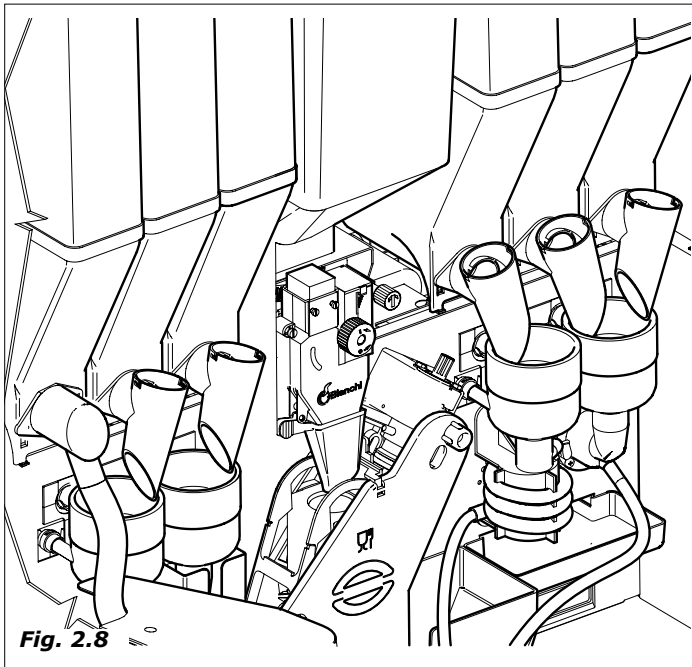

Fig. 2.8
- Primero se activa el motor de la batidora (Fig.2.8).